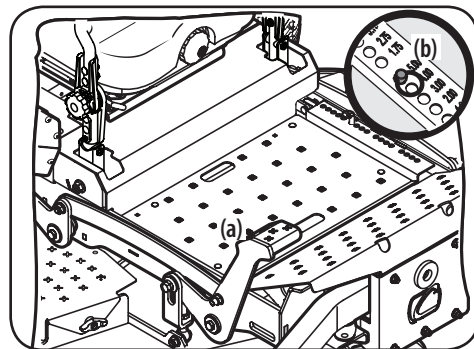

Figure 3-10
3. Utilisez la pédale de relevage du plateau de coupe (a) pour relever le plateau de coupe à la plus haute position. Fixez le plateau de coupe avec l'axe de coupe (b) qui est attaché à l'appareil. Voir Figure 3-10.